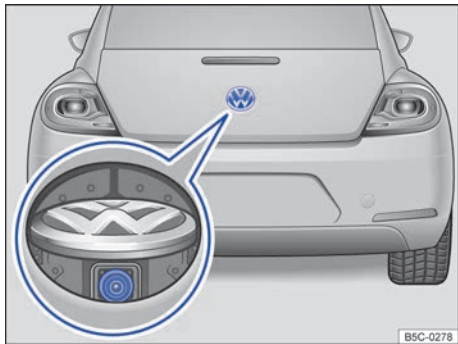

Fig. 119 En el portón del maletero: ubicación de la cámara del asistente de marcha atrás.
- ✓ La imagen tiene que ser fiable y clara, por ejemplo, se deberá tener buena visibilidad y la lente de la cámara deberá estar limpia → fig. 119.
Las imágenes de la cámara → **fig. 119** (imagen ampliada) son solo bidimensionales. Por falta de profundidad espacial, es difícil o imposible apreciar en la pantalla las depresiones que pueda haber en el suelo, los objetos que sobresalgan del suelo o las piezas que sobresalgan de otros vehículos.
Mantenga la lente de la cámara → **fig. 119** (imagen ampliada) limpia y libre de nieve y hielo: